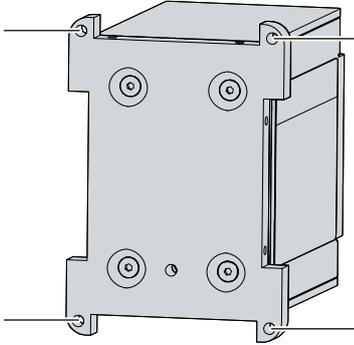

Abb. 15: C9900-U332\_Montageplatte
2. Entfernen Sie die Befestigungsschrauben an den gekennzeichneten Stellen (siehe Abb. 15).